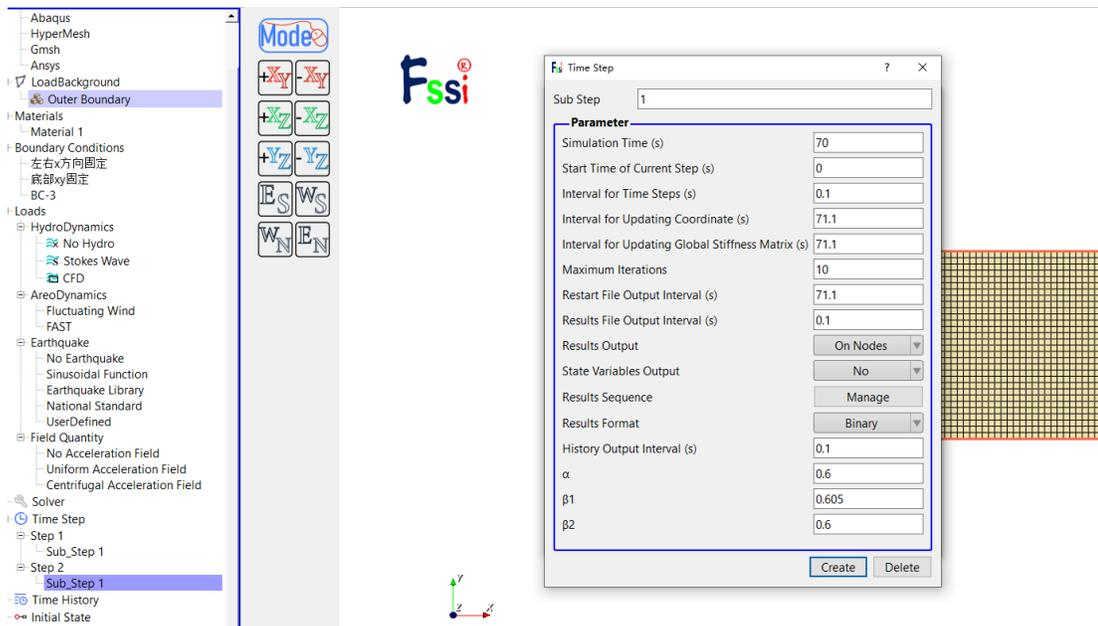

图 1-21 设置时间步和相关属性参数
Step 2 的时间步设置如图 1-21 所示。计算总时间设置为 70 s；时间步长设置为 0.1 s；坐标更新时间设置为 71.1 s；刚度矩阵更新时间设置为 71.1 s；每个时间步最大迭代次数设置为 10 步；重启文件的时间设置为 71.1 s；每 0.1 s 输出一次结果文件；输出节点上的结果；每 0.1 s 输出一次选定节点或单元的时程文件。 $\alpha$ ， $\beta 1$ ， $\beta 2$  保持默认值。